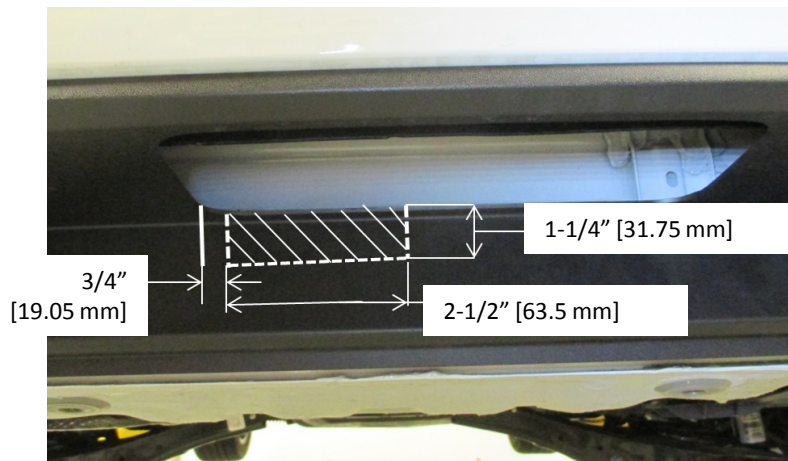

Figure 5
9. Découper le carénage : Depuis le bord de l'orifice du carénage, mesurer et faire une marque à 3/4 po [19,05 mm]. Mesurer 2 1/2 po [63,5 mm], vers le bas 1 1/4 po [31,75 mm] . Découper avec soin le carénage comme illustré à la figure 5.